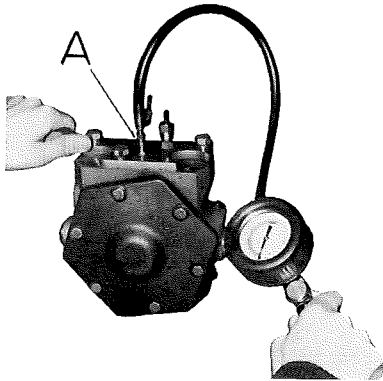

Fig. 204 - Contrôle de la tenue de la pompe SAC des tracteurs **PANTHER** et **TIGER 100** à l'aide de l'outil 5.9030.463.0.
- Fixer l'outil avec 3 vis comme indiqué à la Fig. 204 en ayant soin de positionner en correspondance du trou d'aspiration et du trou de pression, les joints correspondants.
- Avec la pompe vide, souffler de l'air à la pression de 1 kg/cm^2 , par la soupape d'entrée d'air (A Fig. 204) et avec le raccord (B Fig. 204) fermé.
- Après avoir démonté complètement la soupape d'entrée d'air (A Fig. 204), remplir la pompe d'huile à l'aide d'une burette par le trou d'aspiration.
- Au cas où les fuites sont internes, l'huile sortira par le raccord où était montée la soupape d'entrée d'air (A Fig. 204).